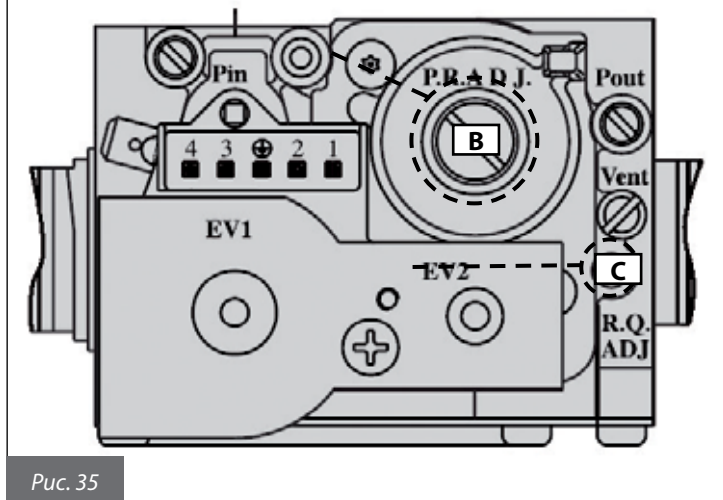

Рис. 35
- Удостовериться, что комнатный термостат (опция), если таковой имеется, включен (ON).
- Отрегулировать уровень содержания углекислого газа (CO2) в дымовых газах с помощью соответствующего регулятора В (рис. 35) и удостовериться, что его величина находится в пределах, указанных в табл. 17. Не выключая режим «трубочист», перейти к следующему этапу — регулировке минимальной мощности.
- Отрегулировать уровень содержания углекислого газа (CO2) в дымовых газах, вращая регулятор «offset» С (рис. 35), и удостовериться, что его величина находится в пределах, указанных в табл. 17.